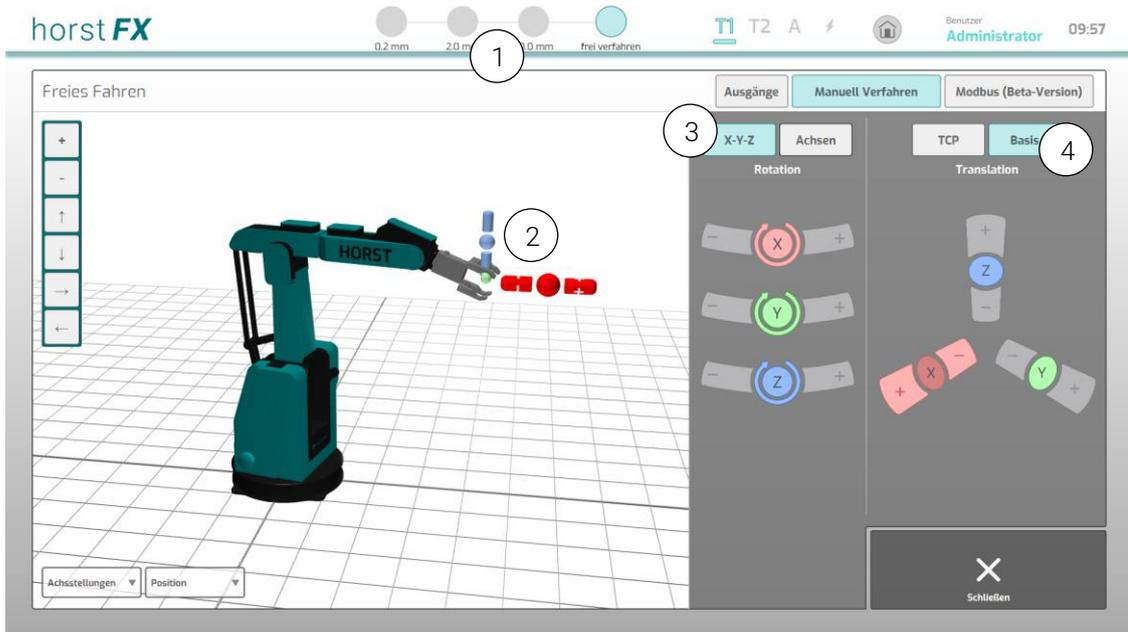

Abb. 5-3: Menü *Freies Fahren* – X-Y-Z – Basis
In der Menüleiste (Abb. 5-3) (1) lässt sich einstellen, wie weit der Roboter bei gedrücktem + oder – Button verfährt. Im **Jogging-Modus** (schrittweise in Millimeter) oder kontinuierlich im Modus **frei verfahren**.
Um die Bewegungsrichtungen zu veranschaulichen, wird das gewählte Koordinatensystem immer am Robotermodell mit den entsprechenden Achsfarben dargestellt (Abb. 5-3) (2). Hierbei liegt der Ursprung des dargestellten Koordinatensystems im TCP des Robotermodells.